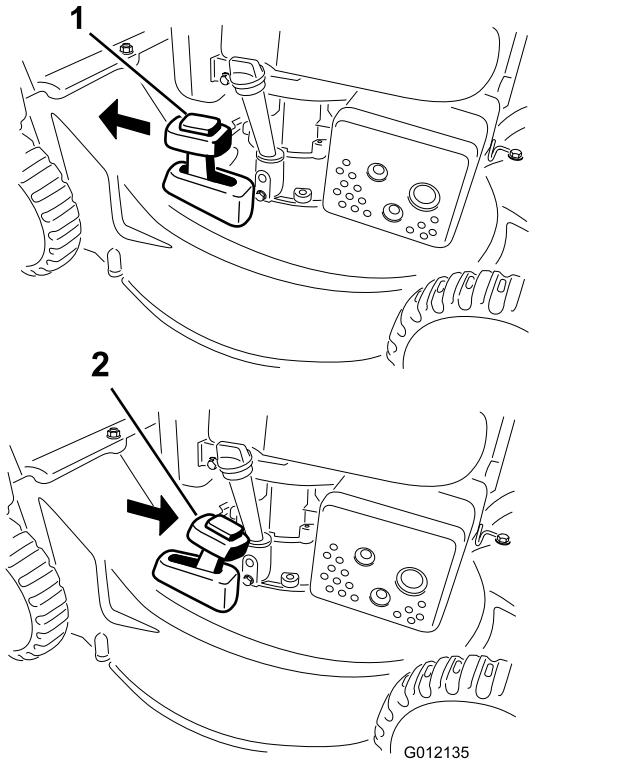

Figura 18
Para reciclar los recortes, mueva la palanca de ensacado a demanda a la posición de RECICLADO (Figura 18).
2. Instale el recogedor; consulte Instalación del recogedor \(página 11\) y mueva la palanca de ensacado a demanda a la posición de ENSACADO, como se muestra en la Figura 18.
**Nota:** Si el recogedor está instalado en la máquina, retírelo antes de proceder a la descarga lateral de los recortes; consulte Retirada del recogedor \(página 12\). La palanca de ensacado a demanda debe estar en la posición de ENSACADO, como se muestra en la Figura 18.